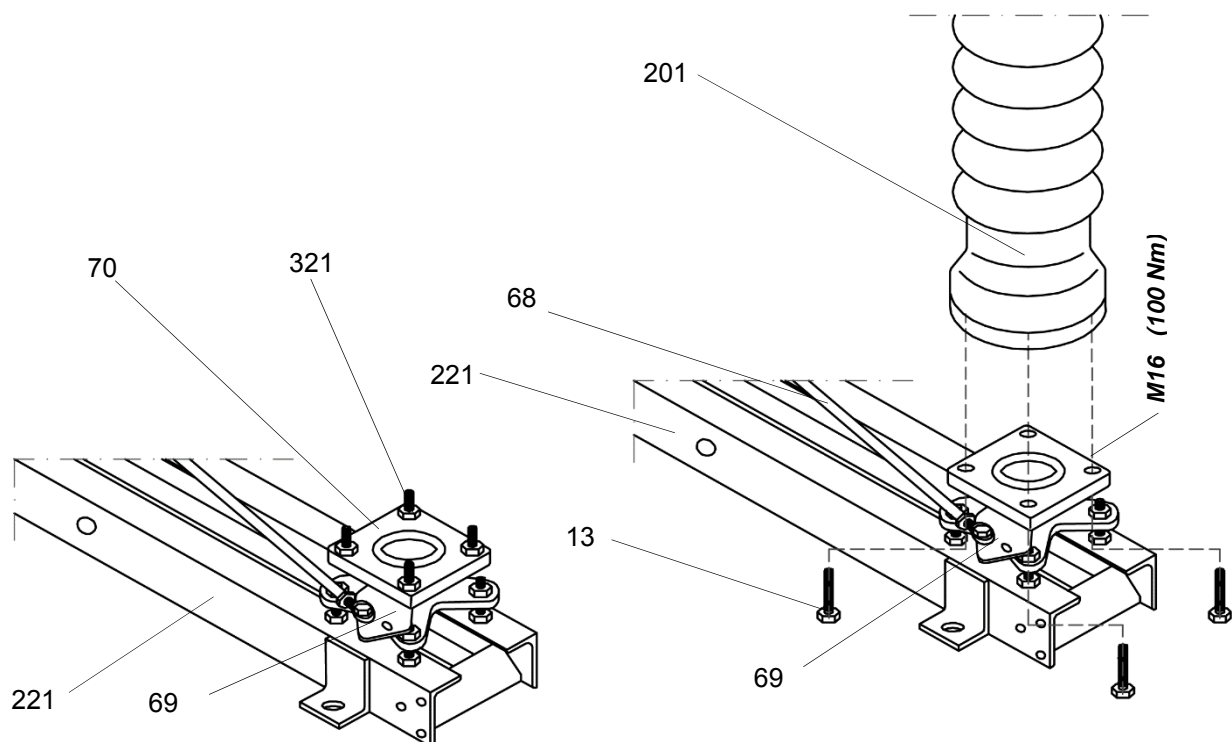
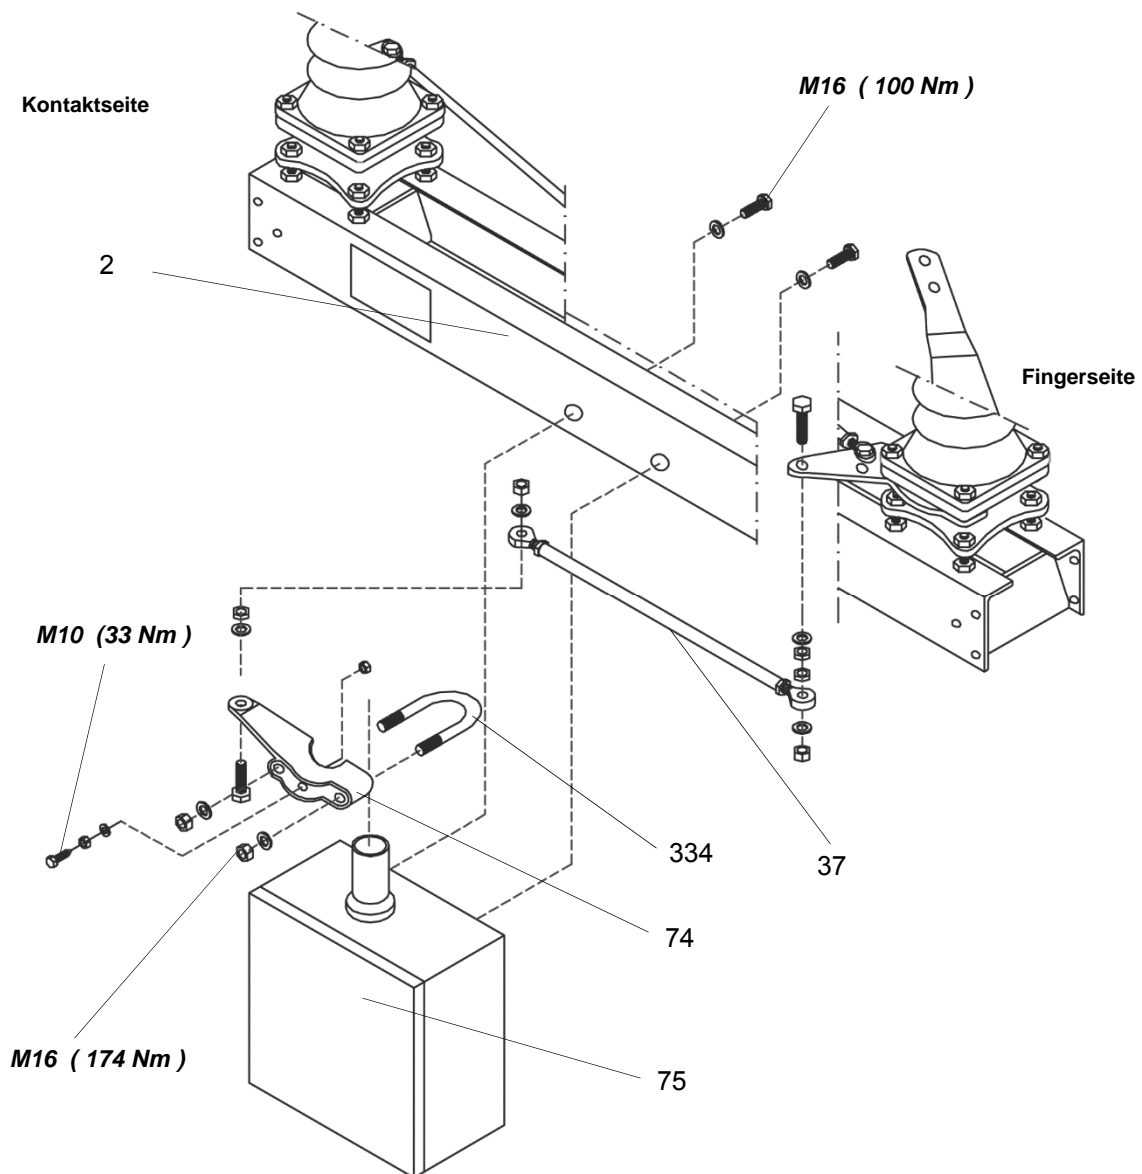

Bild 7 Stützisolatormontage auf dem Drehfuß $\varnothing 127\text{mm}$
Bild 8 Montage Antrieb des Trennschalters: Montage direkt am Rahmen
1. Trennschalterantrieb auspacken (75)
2. Antrieb an das Trennschalterunterteil (2) festschrauben
3. Antriebshebel (74) auf dem Wellenstumpf des Antriebs entsprechend der vorgeschriebenen Anbauseite montieren [Bild 7]
1. Antrieb (75) auspacken.
2. Antriebslager (42) an das Trennschalterunterteil (2) montieren [Bild 8].
4. Antriebswelle (43) durch das Antriebslager stecken.
5. Bei Maß m3 = 6...12 m: Einzelne Teile der Antriebswelle (43) durch die Antriebslager stecken.
6. Antrieb nach Antriebswelle (43) lotrecht ausrichten und montieren.
10. Bundlager (330) innen und Bundbuchse (331) außen mit Silikonfett fetten.
11. Montageschritte 4 bzw. 5 wiederholen und dabei Bundlager (330) und Bundbuchse (331) in richtiger Reihenfolge auf die Antriebswelle fädeln.
12. Bei Maß m3 = 6...12 m: einzelne Teile der Antriebswelle mit Kupplungsteilen (334) verbinden.
2. Antriebslager (42) an das Trennschalterunterteil (2) montieren [Bild 7].
5. Bei Maß m3 = 6...12 m: einzelne Teile der Antriebswelle (43) durch die Antriebslager stecken [Bild 8].
11. Montageschritte 4 und 5 wiederholen und dabei Bundlager (330) und Bundbuchse (331) in richtiger Reihenfolge auf die Antriebswelle fädeln.
12. Bei Maß m3 = 6...12 m: einzelne Teile der Antriebswelle mit Kupplungsteilen (334) verbinden,
15. Antriebshebel (74) auf das obere Ende der Antriebswelle (43) montieren,